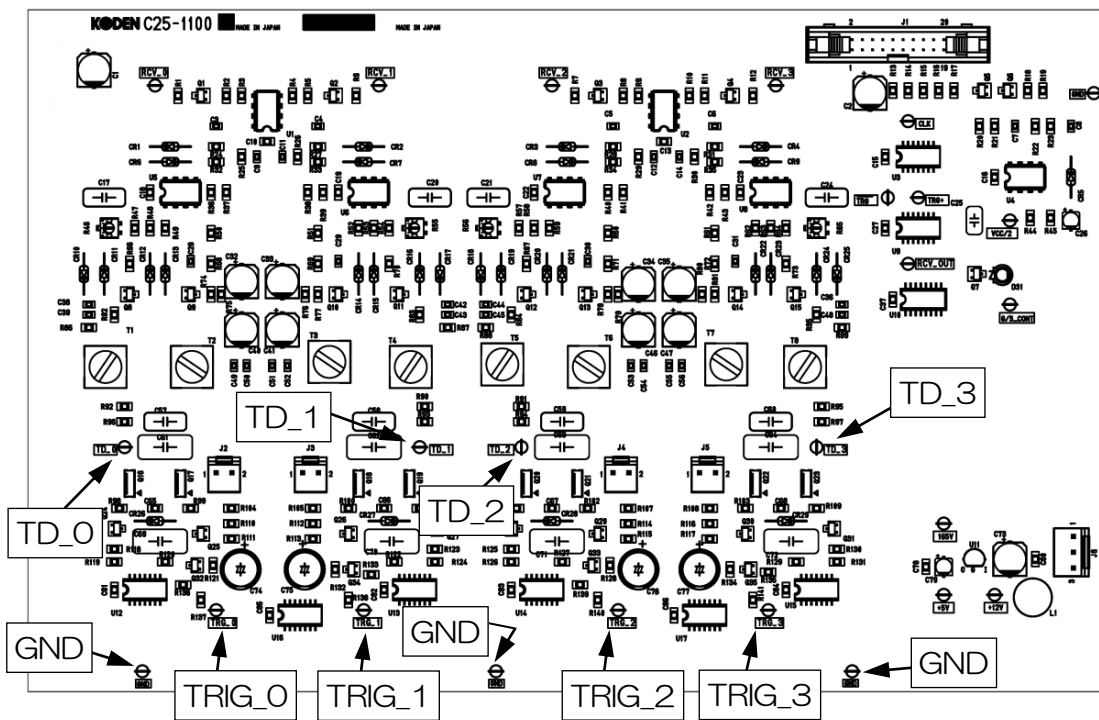

図 4.17 C25-1100 端子配置説明図
2. オシロスコープのプロープを C25-1100 に接続してください。（表 4、図 4.17 参照）